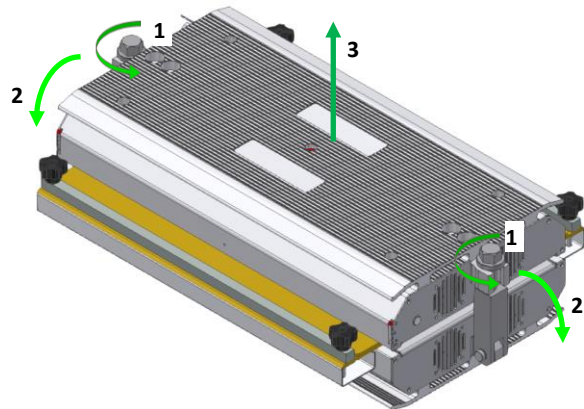

Fig. 8.4-1 – Apertura prensa
- Con la llave de trinquete suministrada, afloje las tuercas de cierre prensa, una por lado (referencia 1, Fig. 8.4-1).
- Retire los pernos del alojamiento (referencia 2, Fig. 8.4-1).
- Levante la placa superior de la prensa (referencia 3, Fig. 8.4-1).